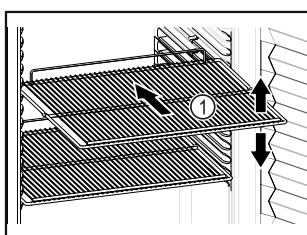

Fig. 61 Примерное изображение
- Если имеются решетчатые полки Fig. 61 (1), отрегулируйте высоту их установки.